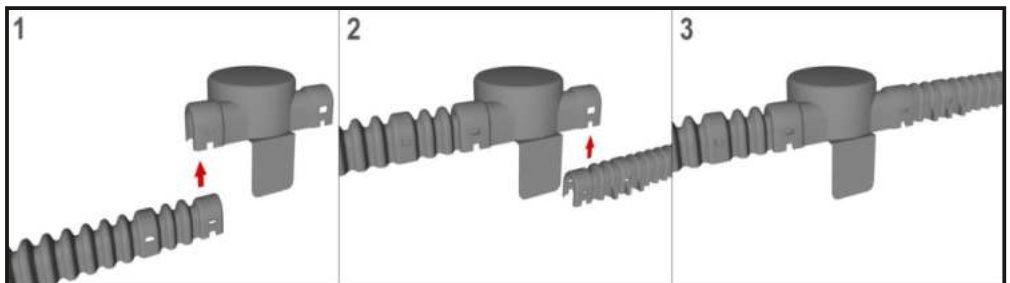

Рис. 13.
7.2.2. Присоединить поочередно к капоту гофр-рукава, вставив их концевые части в соответствующие пазы капота (Рис. 13).